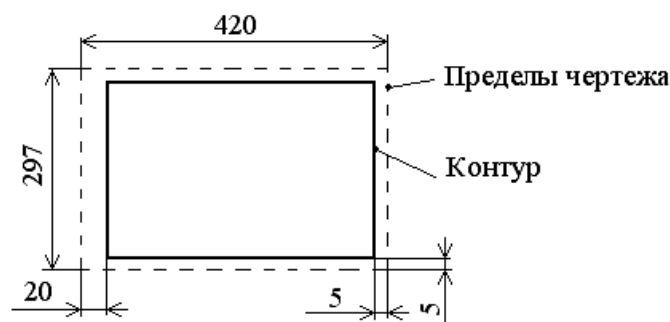

Рис. 1.9. Пример выполнения практического задания 1.1
3. С помощью инструмента *Линия* (кнопка ) нарисуйте контур чертежа, отступая 20 мм от края слева и по 5 мм с остальных сторон (рис. 1.9). Используйте в задании абсолютные и относительные координаты.